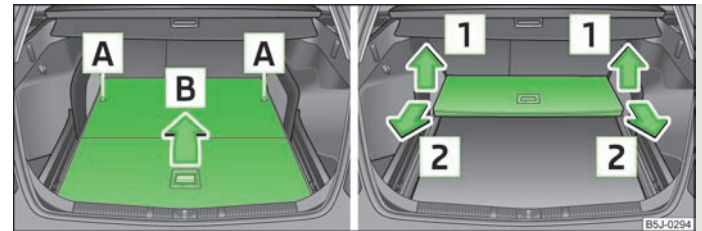

Abb. 49 Variablen Ladeboden zusammenklappen / herausnehmen
- Den variablen Ladeboden durch Drehen der Sicherungsbolzen **A** nach links um ca. 180° entriegeln » Abb. 49.
- Den variablen Ladeboden in Pfeilrichtung **1** » Abb. 49 hochklappen und durch Ziehen in Pfeilrichtung **2** » Abb. 49 herausnehmen.